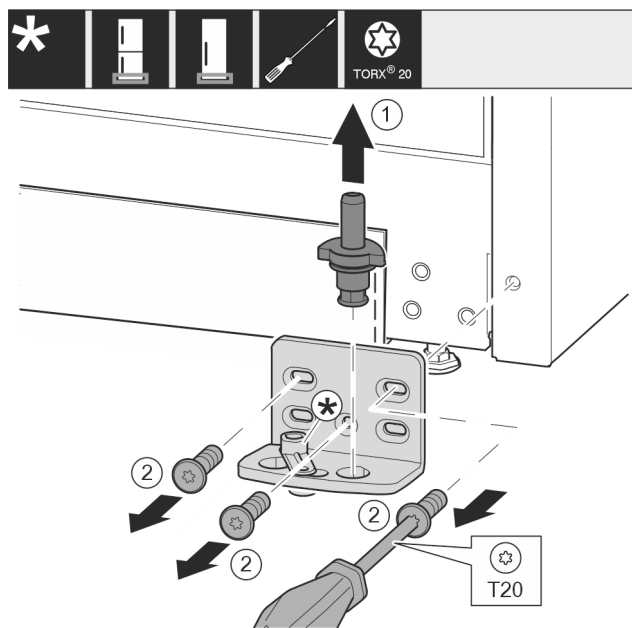

Fig. 39 *
- Ložiskový čep Fig. 39 (1) celý vytáhněte nahoru.*
- Šroubovákem vyšroubujte šrouby Fig. 39 (2) a sejměte stojan ložiska.*